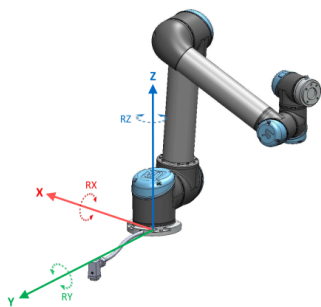

Рис. 13.1: Деталь Основание
- Деталь Основание: определяется с помощью начальной точки в центре основания робота (см. рисунок 13.1)